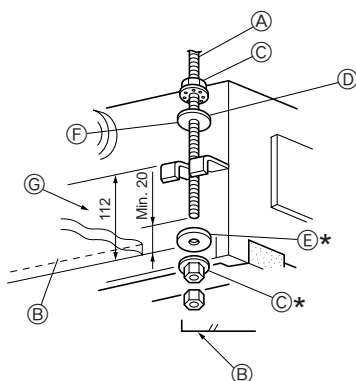

Fig. 2-7
1. Draai de ringen ① ② (bijgeleverd) en de moeren (zelf aanschaffen) van te voren op de ophangbout. (Fig. 2-7)